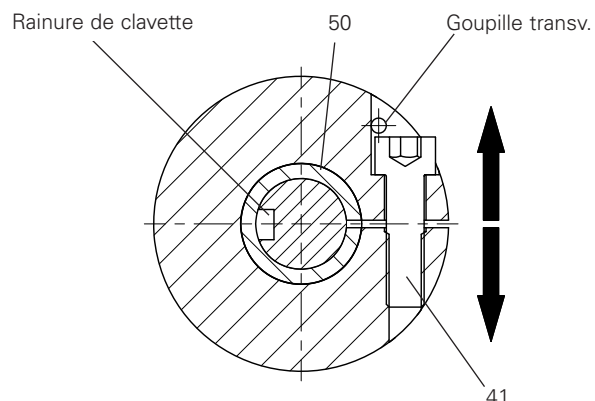

Fig. 3
- Si l'arbre du moteur est équipé d'une clavette, l'enlever et aligner l'arbre avec rainure de clavetage (voir fig. 3).
- Retirer les bouchons de plastique/vis de blocage de l'alésage (30) dans le corps de l'adaptateur.
- Aligner la bague de serrage, si disponible (voir fig. 3).
- S'il n'est pas possible d'introduire l'arbre du moteur, desserrer la vis de serrage (41) d'un quart de tour environ contre la goupille transversale afin que le moyeu s'élargisse (voir figure 3).
- Serrer la vis (41) sur la bague ; pour ce faire, introduire la rallonge de la clé dynamométrique dans l'alésage (30). Couple de serrage M_A suivant tableau.
- Refermer l'alésage (30) avec le bouchon de plastique/vis de blocage.